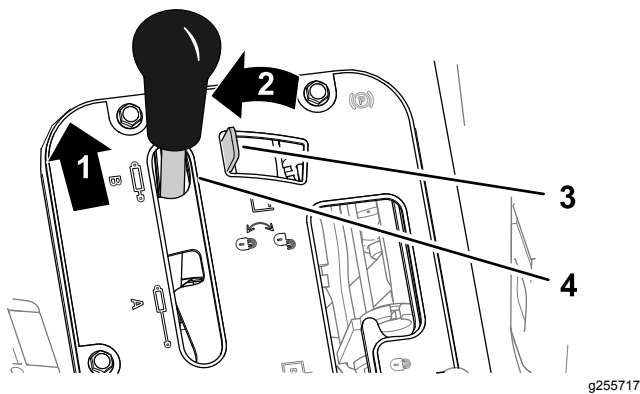
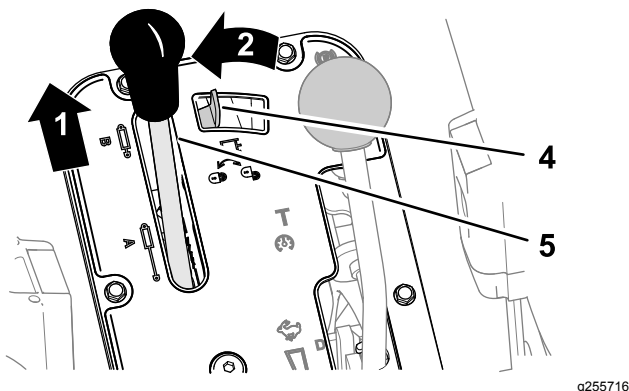

Bild 70
Bild 71
1. Drücken Sie den Hydraulikhubhebel nach vorne (Bild 70 oder Bild 71).
2. Schieben Sie die Hydraulikhubsperrung nach links, um die Sperre zu aktivieren (Bild 70 oder Bild 71).